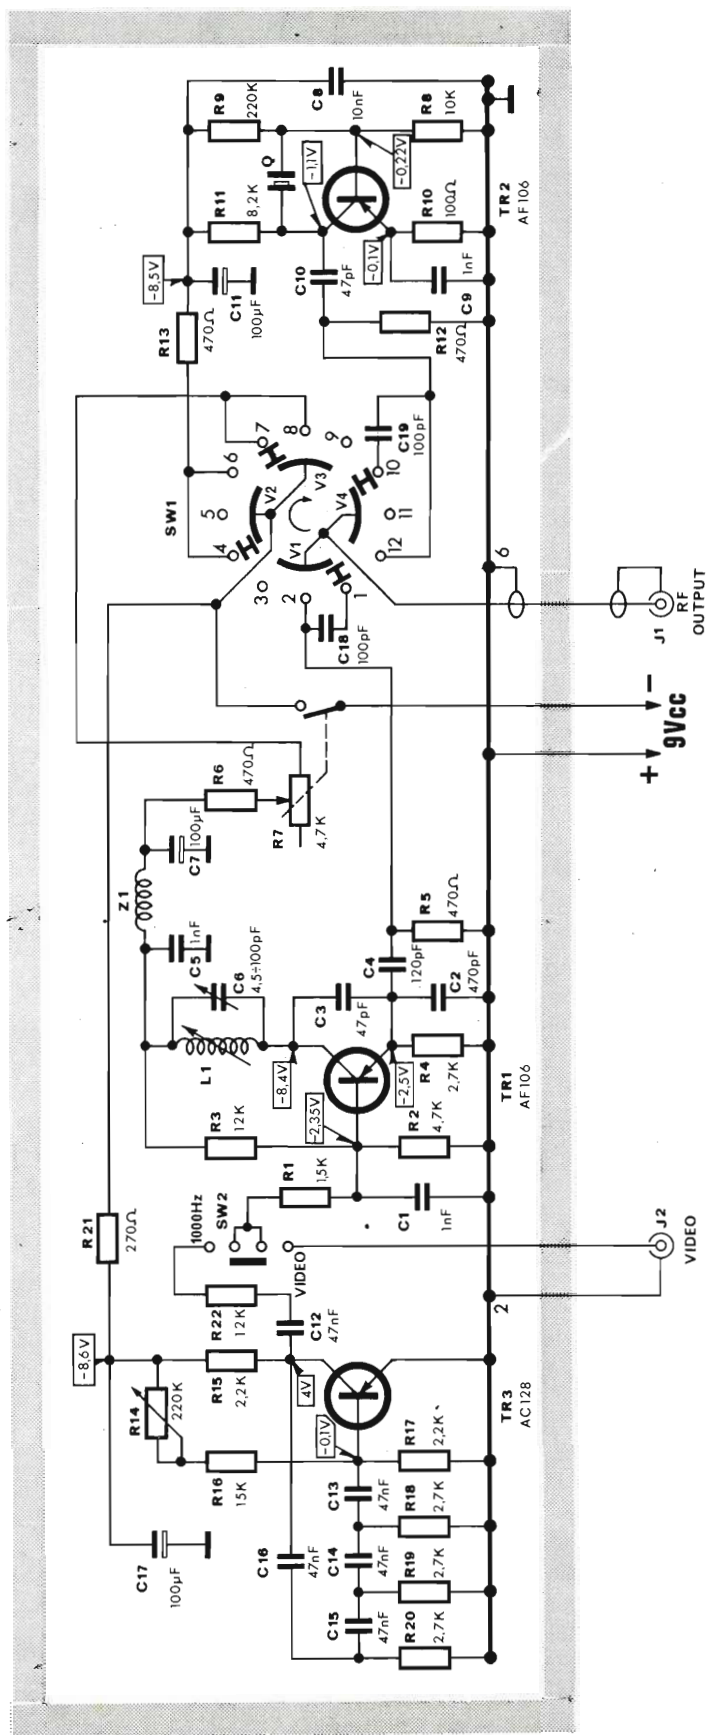

Fig. 1 - Schema elettrico.
Il circuito elettrico di questo generatore marker è visibile in fig. 1 e come si nota è costituito da:
6) Misurare le tensioni nei punti indicati in fig. 1. Il rilievo delle tensioni va effettuato con un voltmetro elettronico. Allo scopo ben si presta il tipo HIGH-KIT UK 475. La verifica delle tensioni ha lo scopo di accertare se le condizioni di alimentazione dei vari circuiti sono quelle volute e di evitare inutili perdite di tempo causate dalle impossibilità dipendenti da difetti di alimentazione, di ottenere con la taratura la dovuta ottima funzionalità dell'apparecchio